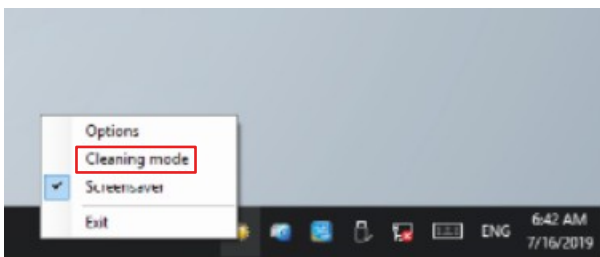

Abb. 13: Auswahl „Cleaning Mode“
3. Wählen Sie den „Cleaning Mode“ aus (siehe Abb. 13).